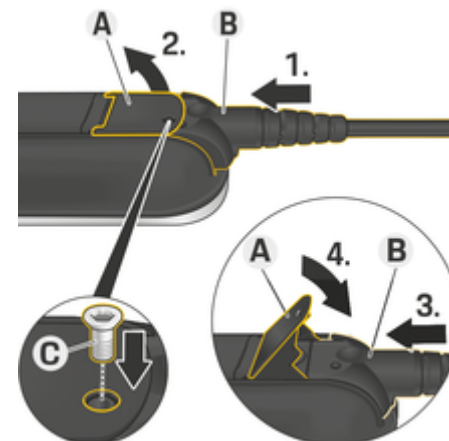

Fig. 229: Conectarea cablurilor și fixarea conectorilor
- ✓ Maneta **A** (Fig. 229) este închisă.
1. Introduceți conectorul **B** (Fig. 229) în unitatea de comandă până când simțiți prima dată rezistență.
5. Conector fixat **B** la unitatea de control cu șurub **C** (Fig. 229).